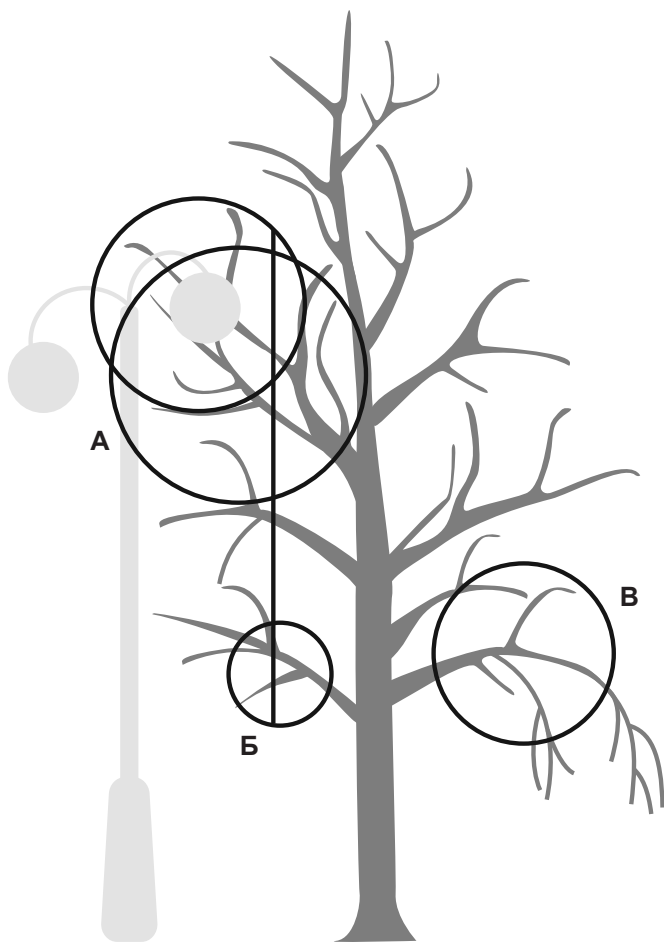

РИСУНОК 12.
1. Определить требуемую ширину кроны после обрезки, обозначенную прямой линией на рис. 12. В месте ограничения выбрать ветви, которые будут подвергнуты укорачиванию.
РИСУНОК 12а.
РИСУНОК 12б.
РИСУНОК 12в.